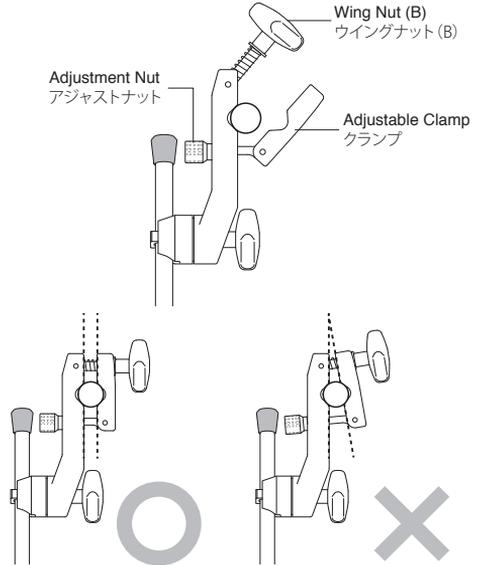

Fig.2 / 図2
2. Loosen Wing Nut (B) and open the Adjustable Clamp. Set the Adjustment Nut and Wing Nut (B) to clamp the cymbal stand evenly, so each side of the Adjustable Clamp is parallel, as shown in (Fig.2).
2. ウイングナット (B) をゆるめ、クランプを開きます。取り付けけるシンバルスタンドのパイプの太さに合わせ、アジャストナットを調整して、クランプが平行になるように取り付けます (図 2)。